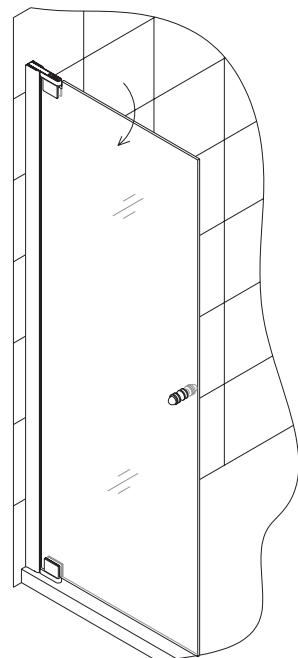

Рис. 10
13. Откройте стеклянную дверь. Вдавите нижнюю водоотталкивающую полосу (11) по краю стеклянной двери. Вставьте другие водоотталкивающие полосы (10) в пазы стеклянного профиля для стеклянной двери (2). См. рис. 10 и рис. 11 для более подробной информации. Закройте отверстия в нижнем поворотном стопоре при помощи винта с плоским разъемом (19).
24. Откройте стеклянную дверь. Наложите нижнюю водоотталкивающую полосу (11) на стеклянную дверь. Вставьте другие водоотталкивающие полосы (10) в пазы стеклянного профиля для стеклянных дверей (2). См. рис. 10 и 21 для более подробной информации. Закройте отверстия в нижней части поворотного стопора при помощи винта с плоским разъемом M6×12 (19).
**ПРИМЕЧАНИЕ:** Также вы можете закрепить поворотный стопор к поддону или порогу при помощи шурупа с плоской головкой ST4.2×30 (17).
25. При помощи силиконового герметика изолируйте стыки между душевым поддоном или порогом и поворотным кронштейном. Также чтобы предотвратить протекание обработайте герметиком шурупы (17) и (19).
**ПРИМЕЧАНИЕ:** Если вам необходимо установить дверь на правой стене, просто поменяйте местами настенный профиль для стеклянной двери (1) и настенный профиль (5) и поверните его вверх ногами.